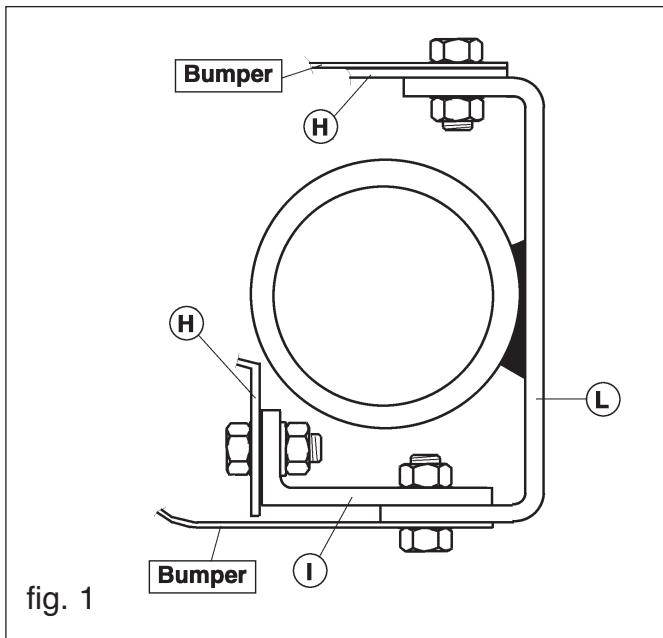

fig. 1
2. Tag bort fliken på stötfångarens ovansida (i mitten). Montera stöd I vid stötfångarens inre del H vid hål K med två skruvar M8x25 inklusive fjäderbrickor och muttrar. Placera dragkroken inklusive del H i stötfångaren, se fig. 1, och fäst den med fyra (*befintliga*) skruvar M6 inklusive medlevererade självslående muttrar på punkterna G.
2. Fjern hagen midt for på oversiden af kofangeren. Monter støtte I ved hullet K på indersiden af kofangeren H med to bolte M8x25 inklusiv fjederskiver og møtrikker. Anbring anhængertrækket inklusiv del H i kofangeren, jævnfør fig. 1, og monter dette ved punkterne G med fire (eksisterende) M6 bolte inklusiv vedlagte selvlåsende møtrikker.